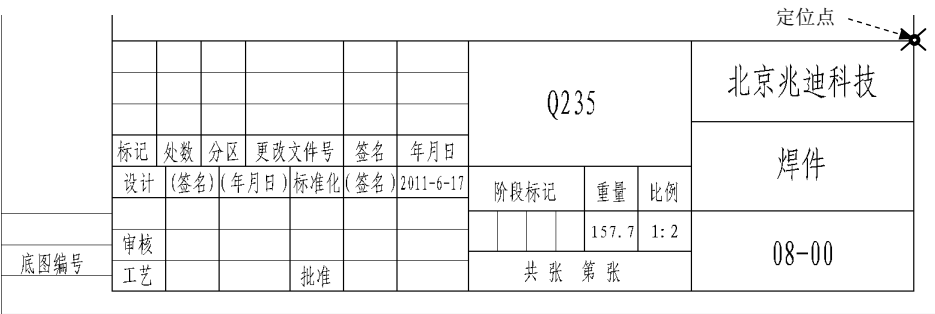

图 9.2.17 设置定位点
(1) 先在设计树中右击 **图纸1** (或在图形区右击图纸)，在弹出的快捷菜单中选择 **编辑图纸格式(E)** 命令，进入编辑图纸格式状态。
(2) 右击图 9.2.17 所示的端点，在弹出的快捷菜单中选择 **设定为定位点** **→** **焊件切割清单(Q)** 命令，将该点设置为焊件切割清单的定位点。
(3) 在设计树中右击 **图纸1**，在快捷菜单中选择 **编辑图纸(E)** 命令，返回到编辑图纸状态。